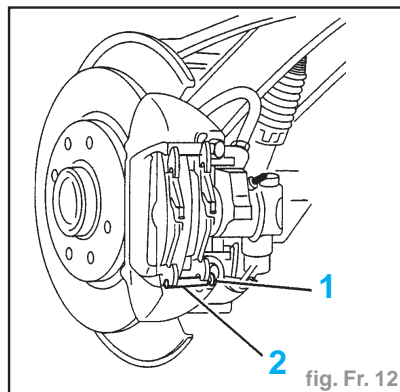

fig. Fr. 12
- Déposer l'épingle (1), la clavette (2) (fig. Fr. 12).